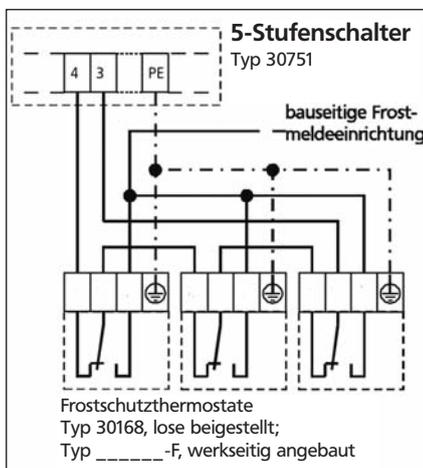

Abb. 1
- Mehrere Frostschutzthermostate werden entsprechend Abb.1 verschaltet.